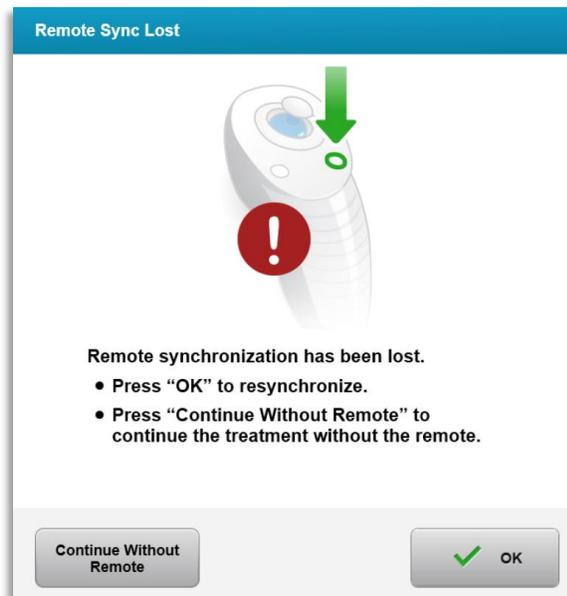

Abbildung 4-2. Fehler bei Synchronisierung der Ausrichtungs-Fernsteuerung – Original-Fernsteuerung
- Abbildung 4-1 zeigt die Bildschirmanweisungen für KXL-Systeme bei Verwendung der Original-Fernsteuerung; Abbildung 4-2 zeigt die Bildschirmanweisungen für KXL-Systeme bei Verwendung der neuen Fernsteuerung.